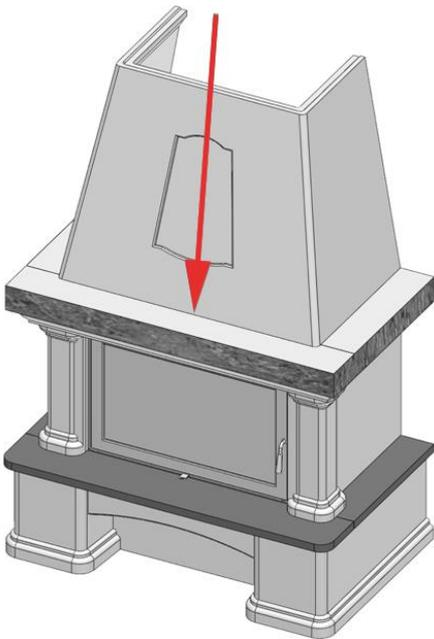

Fig.9: Pose des cales de montage
3. Faites attention à la position exacte de la poutre en bois. Pour la ventilation, elle ne doit pas dépasser derrière le panneau latéral (voir Fig.7). Avant d'installer la hotte de cheminée, la protection de montage doit être placée sur la poutre en bois puis retirée (voir Fig. 9 + 11).